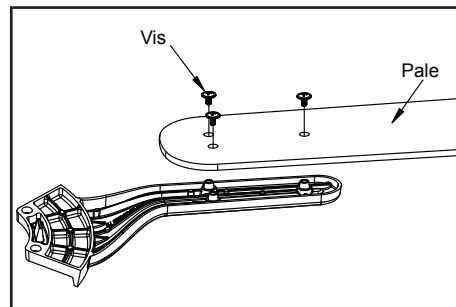

Figure 13
1. Fixez la pale au support de pale au moyen des vis, comme illustré dans la Figure 13. Insérez une vis dans le support. Répétez l'opération pour les deux autres vis.